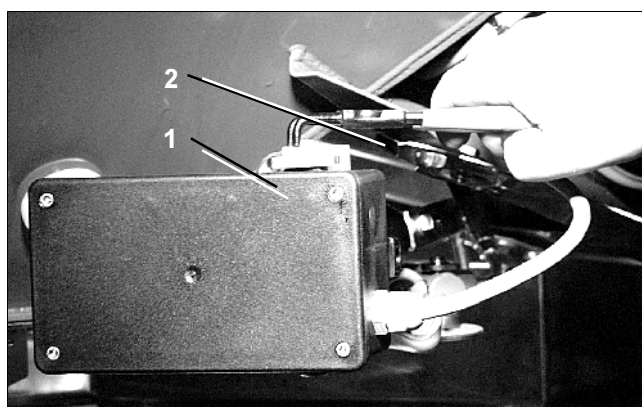

Рис. 101
- Снимите обе защитные клипсы (Рис. 101/1) при помощи щипцов (Рис. 101/2).